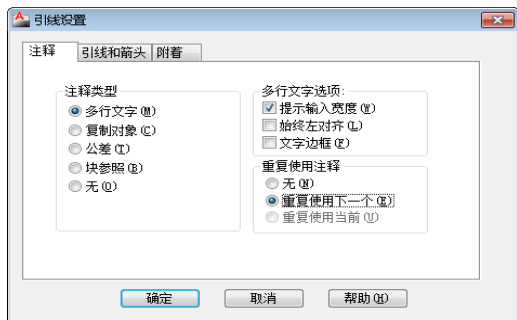
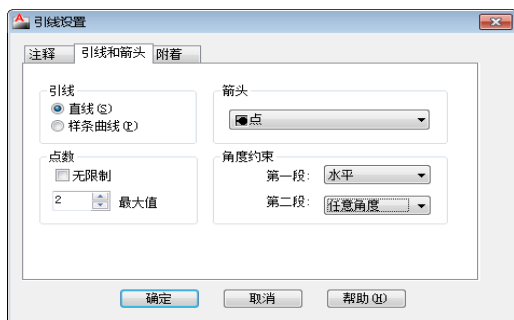

图 17.83 【注释】选项卡
图 17.84 【附号和箭头】选项卡
(32) 重复【快速引线】命令，设置引线参数如图 17.83 和图 17.84 所示，标注其他位